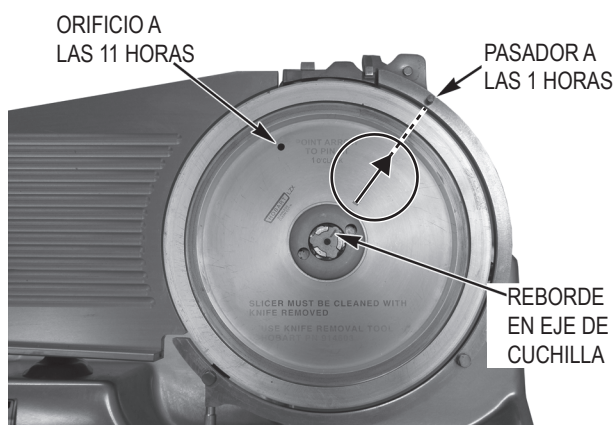

Fig. 11
- Asegúrese de que el plato medidor esté cerrado y, a continuación, gire la cuchilla con la mano para alinear la flecha de la cuchilla con el pasador del plato medidor en la posición de la 1 en punto (Fig. 11). El reborde del eje de la cuchilla también se alineará con el mismo pasador.